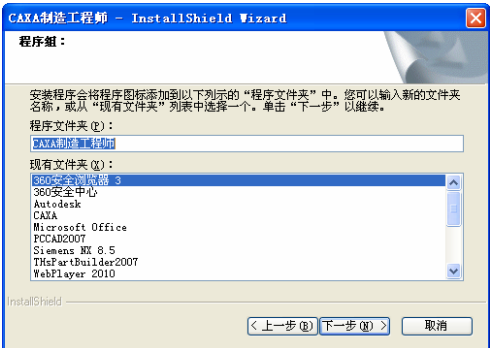

图 5-9 “程序组”界面
6) 单击 **下一步(N) >** 按钮，弹出“程序组”界面，可采用默认设置，如图 5-9 所示。